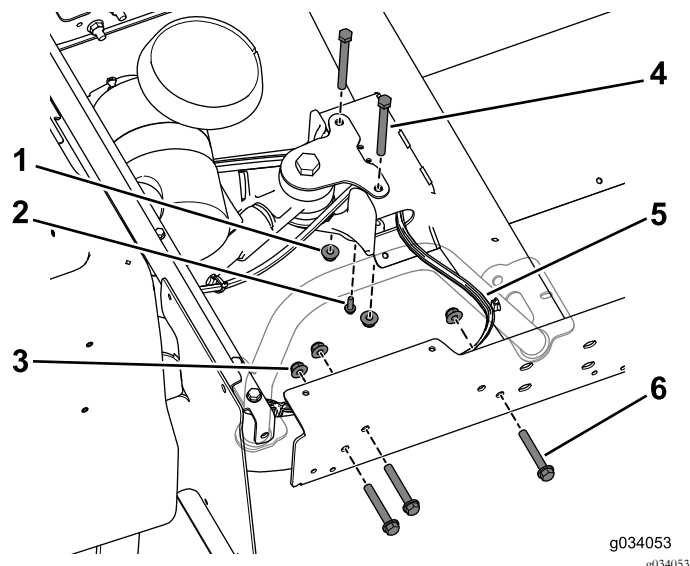

Figure 28
arrière (Figure 28). Procédez de même des deux côtés de la machine.
Remarque: Vérifiez que le faisceau de câblage sort bien du côté droit du profilé central (Figure 28).
9. Avec la vis autotaraudeuse (1/4" x 3/4"), fixez le raccord en T de la conduite de frein au profilé central (Figure 28).
10. Avec les 2 boulons (3/8" x 3 3/4") et écrous à embase, fixez légèrement le profilé central au support arrière (Figure 28).